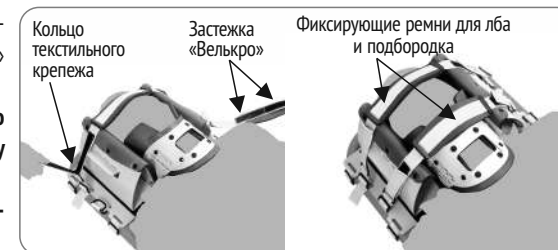

Рис. 6 Фиксация подбородка и лба пациента
- 6.7. Зафиксируйте лоб и подбородок пациента с помощью фиксирующих ремней. Для этого необходимо продеть фиксирующий ремень для лба и подбородка через кольцо текстильного крепежа и закрепить с помощью застежки «велькро» (Рис.6).